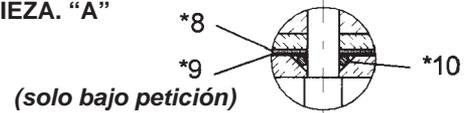

Fig.5
3.5 Versiones 171 y 172 Versiones con resorte de equilibrio (Fig. 5)